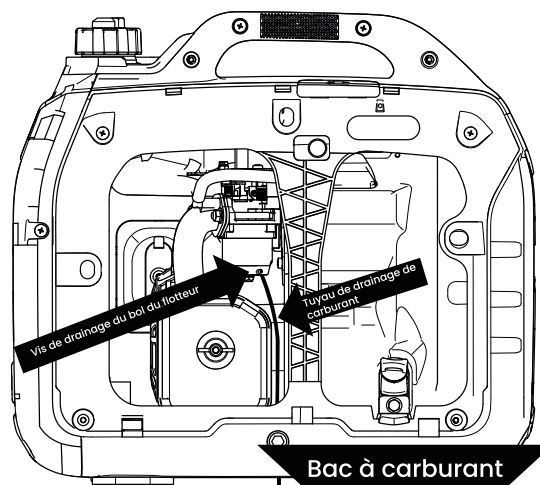

Figure 16: Tuyau de vidange de carburant
2. Localisez le tuyau en plastique transparent du flotteur qui sort par le bas de l'onduleur, et placez un récipient approprié en dessous pour récupérer le carburant drainé (voir Figure 16).